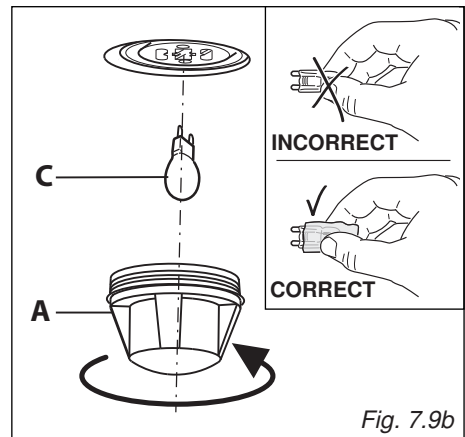

Fig. 7.9b
- Retirez le couvercle de protection "A" (fig. 7.9b).